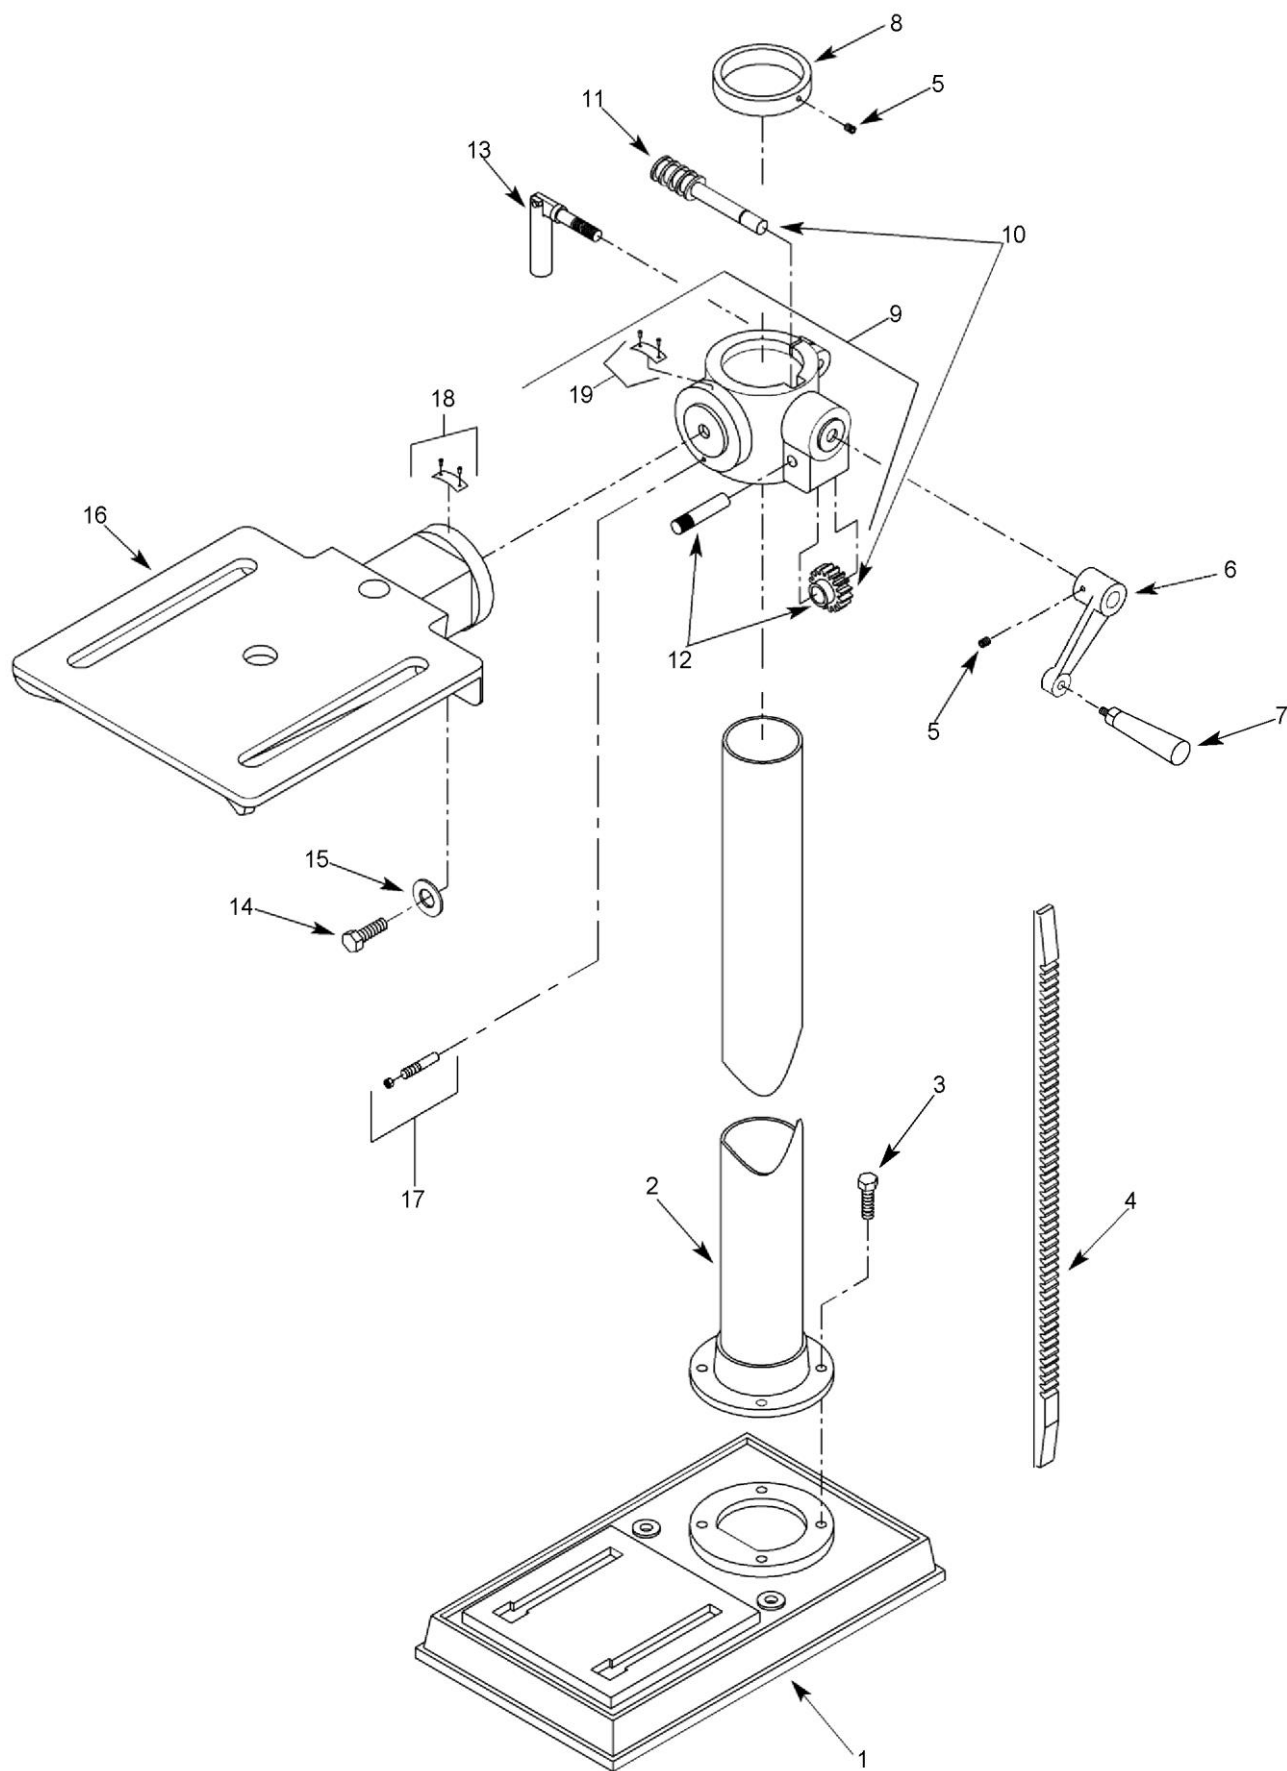

Рис. 26 — Иллюстрация запасных деталей для основания (Модель ZQJ3116)
- Нанесите смазку на рейку и ведущую шестерню (рис. 26 и 27, №4 и №12) на узле колонны и столешницы.